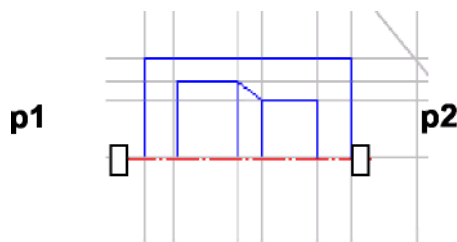

Рис. 1.22. Построение симметричного изображения
5) указать последовательно первую точку **p1**, а затем вторую **p2** принадлежащих оси симметрии (рис. 1.22). Для завершения построений нажмите кнопку  в **Панели свойств**